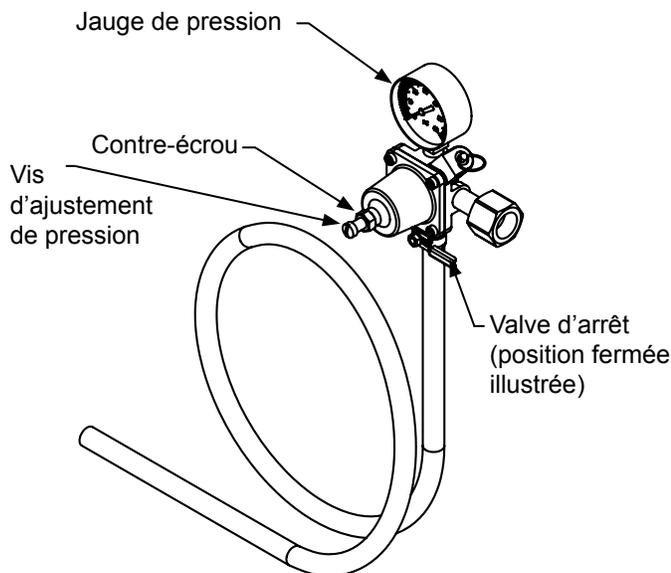
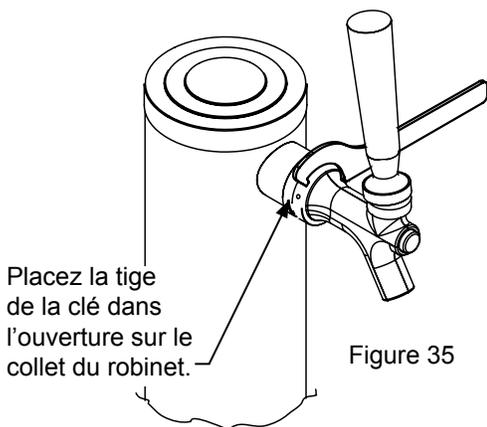

Figure 29 (Régulateur pour colonne de distribution simple)
Figure 35
2. Assurez-vous que la poignée de robinet est fermée sur la colonne (voir Figure 29).
Fermez l'alimentation en gaz avec la ou les valve(s) d'arrêt sous le régulateur (voir Figure 29 ou 30) et ouvrez le robinet pour évacuer la pression. Pour retirer le robinet de la colonne, utilisez la clé à griffes fournie. Placez la tige de la clé dans l'ouverture sur le collet du robinet, puis tournez dans le sens des aiguilles d'une montre ~ pour retirer le robinet. (Voir Figure 35).